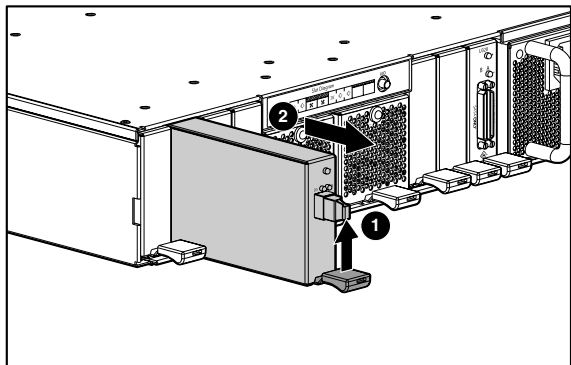

Figura 1: Rimozione del modulo di I/O a canale in fibra ottica
1. Sollevare la levetta rossa del modulo di I/O a canale in fibra ottica ❶ ed estrarre il modulo di I/O dal contenitore ❷ come illustrato nella Figura 1.